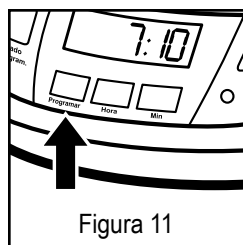

Figura 11
5. Pressione o botão de 'preparo de café mais tarde' "ATIVAR PROGRAMAÇÃO". Veja figura 11.